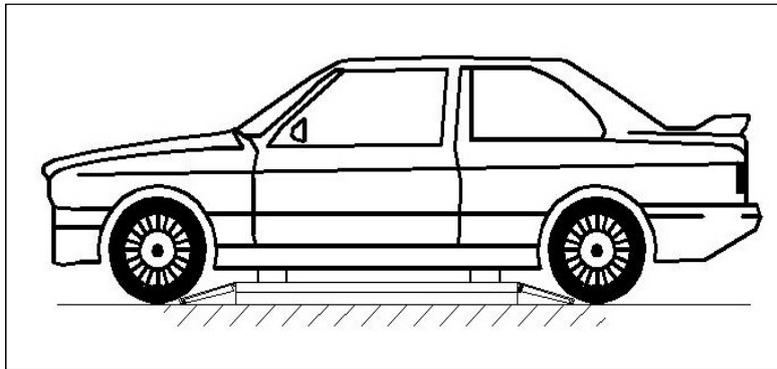

Figura 6
- Verifique se o veículo está posicionado corretamente. (Figura 6)
Durante as operações de subida e descida, se as pessoas não saírem sem seguir as regras e instruções de segurança. Durante as operações de subida e descida, não é permitido ficar debaixo das partes móveis do elevador, deve ficar na zona segurança. (Figura 6)